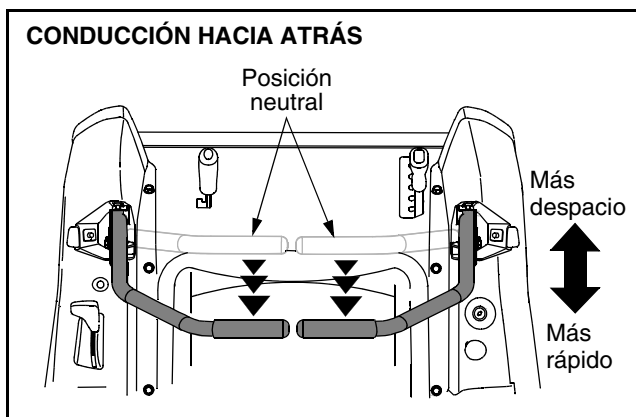

Figura 15
- Mueva las dos palancas de control lenta y suavemente hacia atrás. El tractor comenzará a moverse hacia atrás. Vea Figura 15.